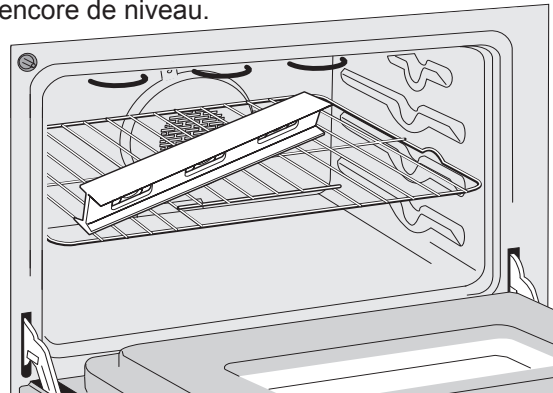

Figure 14
3. Vérifiez si l'appareil est à niveau en installant une grille au centre du four et en plaçant un niveau à bulle sur cette dernière (Figure 14).
2. Déposez un niveau à bulle sur la grille (figure 14). Prenez 2 lectures en plaçant le niveau en diagonale dans une direction, puis dans l'autre direction. Si nécessaire, ajustez les 4 vis de nivellement avec une clé à molette (voir figure 26).